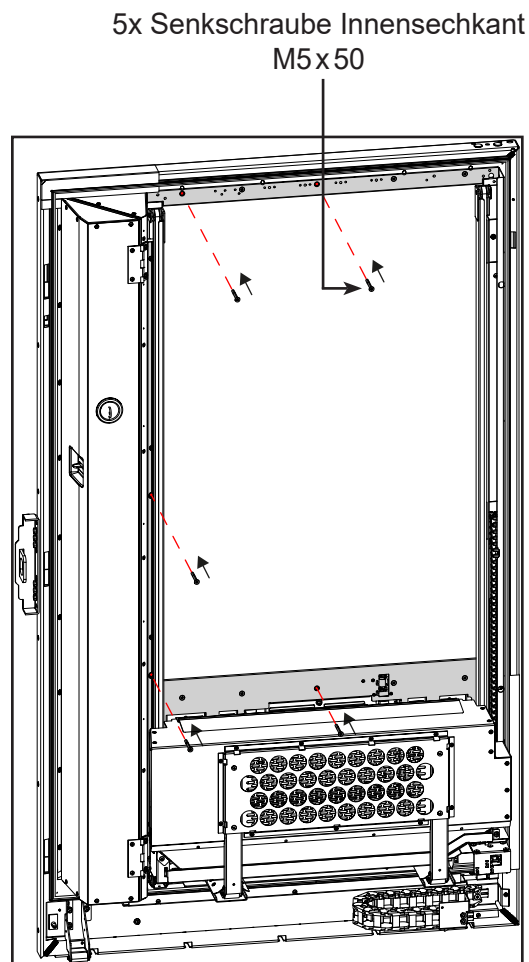

Bild 37
2. 5x Senkschraube Innensechskant M5x50 montieren (Bild 37).